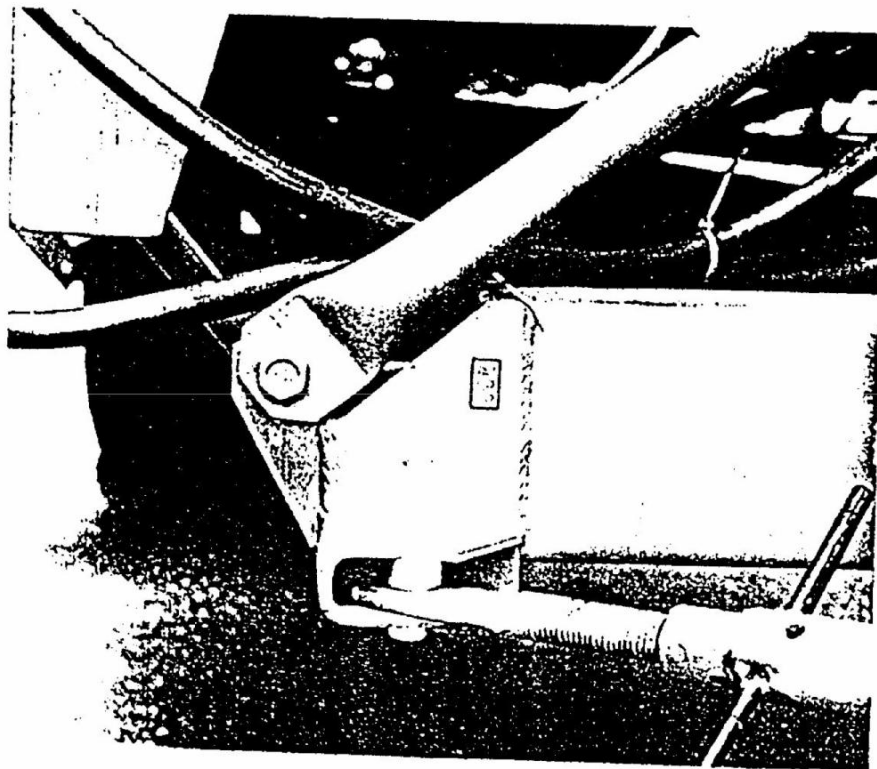

Abb. 2 Platzierung der Kombinennummer auf dem Rahmen
- die Kombi nennummer ist an dem Balken der Querrahmens ausgeschlagen (Abb. 2).